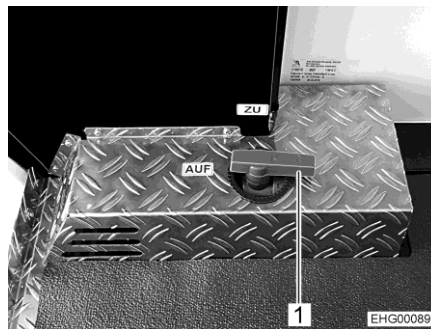

Bild 206 Manöverspak (avtappningskran)
Manöverspaken (Bild 206,1) för tömning av avloppsvattnet sitter i det bakre lastutrymmet. Avloppsröret med anslutning för en avloppsslang sitter under fordonet.
- Öppna avtappningskranen. Ställ manöverspaken (Bild 206,1) i läget "AUF" (öppen). Avloppsvattnet rinner ut.
- Stäng avtappningskranen när avloppsvattnet har tömts ut helt. Ställ manöverspaken (Bild 206,1) i läget "ZU" (stängd).